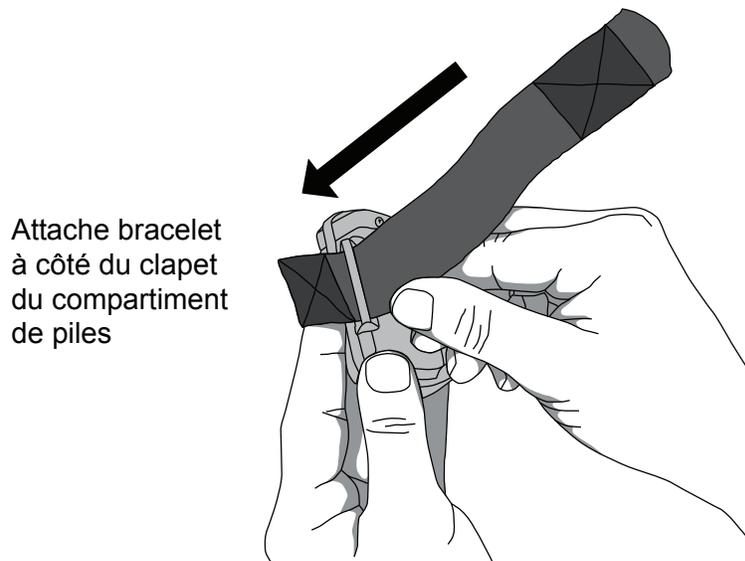

Figure 9: Insertion du bracelet réglable
4. Insérez l'attache à bout carré à travers l'attache bracelet à côté du clapet du compartiment de piles. Insérer la bande par l'arrière de l'appareil et tirez-la vers l'avant de l'appareil (figure 9).